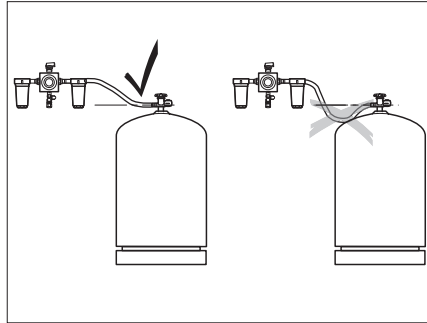

Fig. 235 Instalación de las mangueras de alta presión
- ▷ Cuando se instalan las mangueras de alta presión, asegurarse de que las mangueras suben constantemente (Fig. 235).